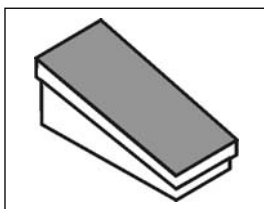

Fig. 7
2.2.3 Fjärrkontroll med RC12-pedal för MMA- och TIG-svetsning (Fig. 7)